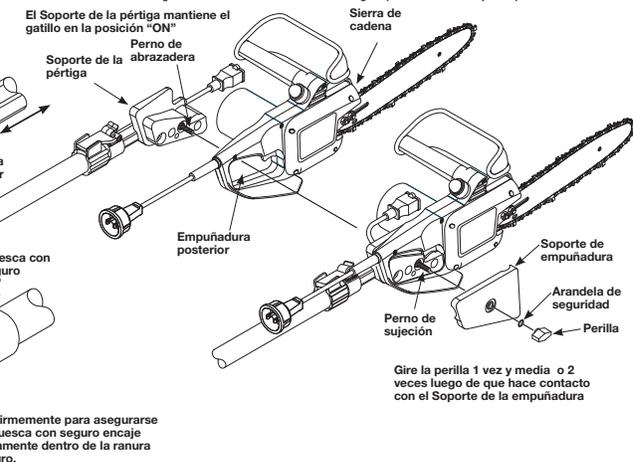

Fig. 4B Instrucciones de ensamblaje para conectar el ensamblaje de la pértiga telescópica a la sierra de cadena
2. Alinee ambos extremos del ensamblaje de la pértiga telescópica de modo que la muesca de seguridad se pueda insertar en la ranura de seguridad (Fig. 4B). El ensamblaje de la pértiga está diseñado para permanecer fijo y no desensamblarse más adelante.
5. Alinee el soporte de la pértiga dentro de la empuñadura posterior de la sierra de cadena, como se muestra (Fig. 4B)
7. Deslice el soporte de la empuñadura sobre el perno de sujeción, como se muestra (Fig. 4B)